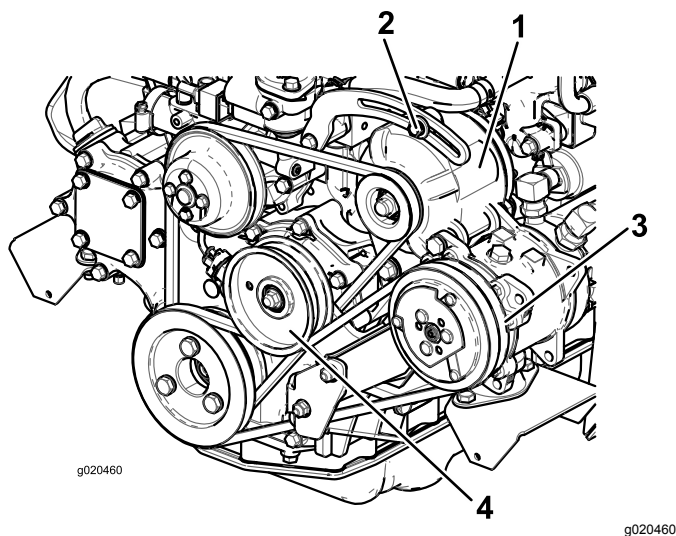

Figura 96
Compruebe la condición y la tensión de la correa (Figura 96) cada 100 horas de operación.
2. Si la desviación no es de 10 mm, afloje los pernos de montaje del alternador (Figura 96). Aumente o reduzca la tensión de la correa del alternador y apriete los pernos. Verifique de nuevo la desviación de la correa para asegurarse de que la tensión es la correcta.
2. Si la desviación no es de 10 mm, afloje el perno de montaje de la polea tensora (Figura 96). Aumente o reduzca la tensión de la correa del compresor y apriete el perno. Verifique de nuevo la desviación de la correa para asegurarse de que la tensión es la correcta.